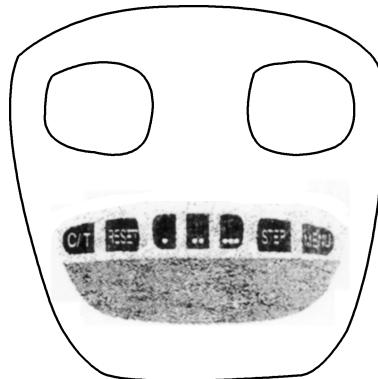

图1-3 大切诺基车的顶置仪表板
- 2) 间断地按下和释放“STEP”键（图1-3），直到EVIC上显示维护间隔距离。